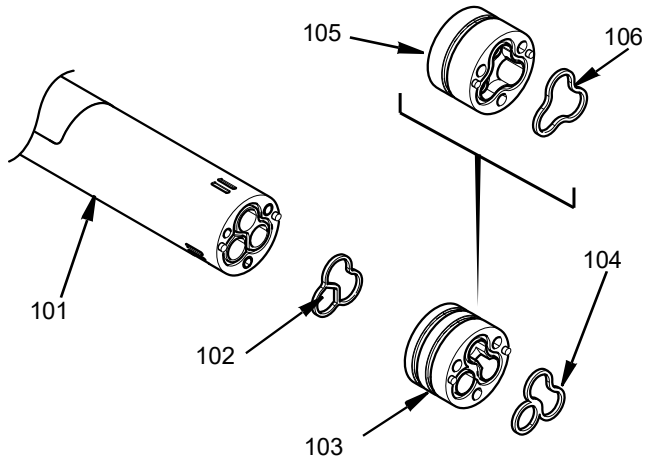

図 13
5. 必要があれば、下部 1 材料ガスケット (106)、または下部 2 材料ガスケット (104) を取り外します。1 材料アダプター (105)、または 2 材料アダプター (103) およびアダプターガスケット (102) を取り外せるようになりました。以下を参照してください：図 13 を参照ください。